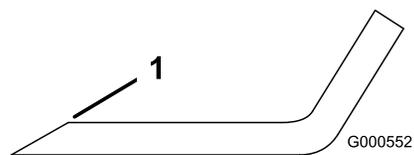

Figure 46
1. Au moyen d'une lime, aiguiser les tranchants aux deux extrémités de la lame (Figure 46).
Remarque: Si la lame est déséquilibrée, limez un peu l'extrémité de la partie relevée seulement (Figure 46).